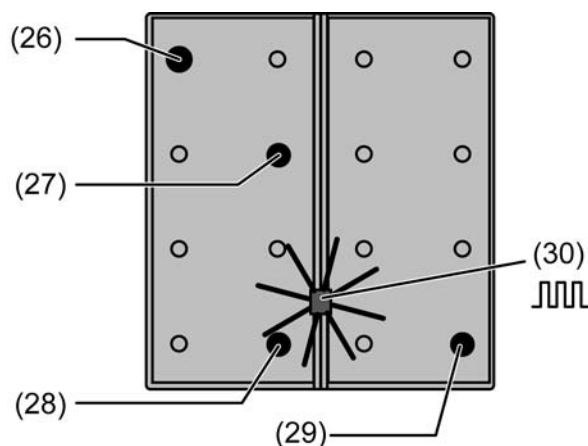

Bild 7: Tasten zur Aktivierung des Programmiermodus
- Programmiermodus aktivieren. Dazu Taster oben links (26) drücken und gedrückt halten (siehe Bild 7). Dann zweiten Taster unten rechts (27, 28 oder 29) drücken. Die Position des zweiten Tasters ist abhängig von der Tastsensor-Variante.